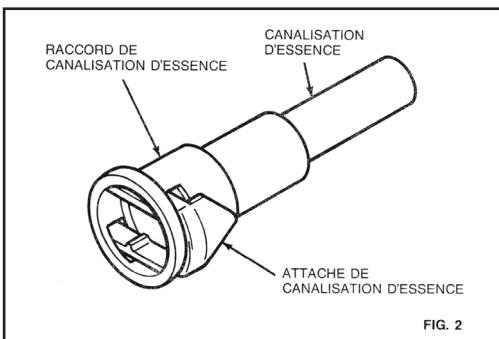

FIG. 2
- B) Reportez-vous à la figure 2 et posez les nouvelles attaches des canalisations d'essence (attaches incolores de 5/16 po et attaches noires de 3/8 po) dans les raccords de dimension correspondante des canalisations; le côté triangulaire des attaches doit être tourné à l'opposé de l'orifice du raccord de canalisation.